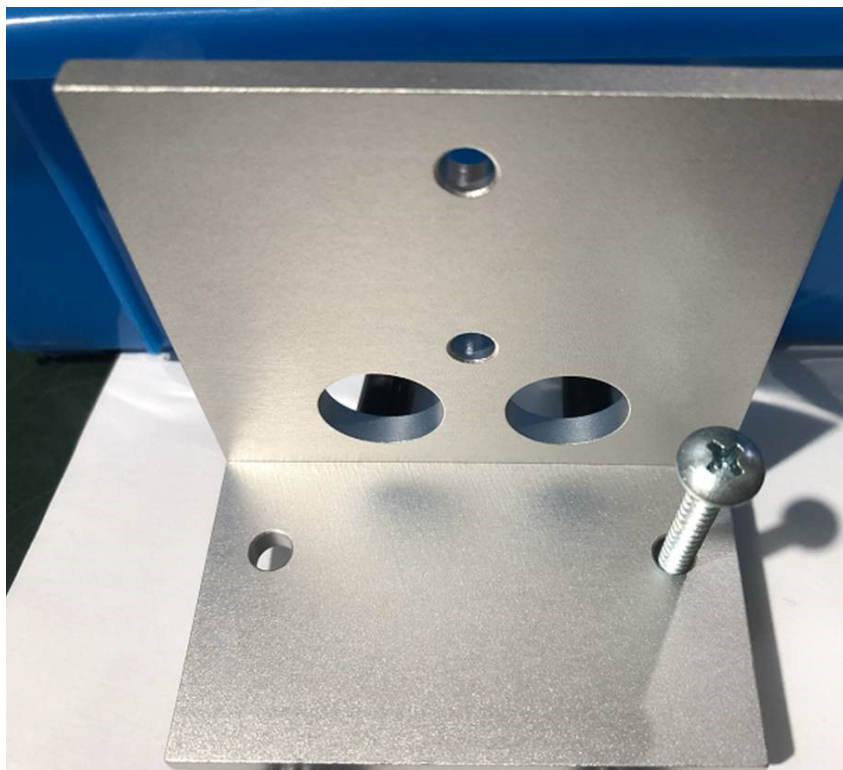

图 5. 安装墙上安装固定支架
- 5 用一只手将墙上安装固定支架靠墙固定到位，然后用另一只手将每个螺钉安装到墙上（或干墙锚，图 5）。用手指尽可能拧紧螺钉，然后用螺丝刀完成螺钉安装。墙上安装固定支架应与墙壁齐平。